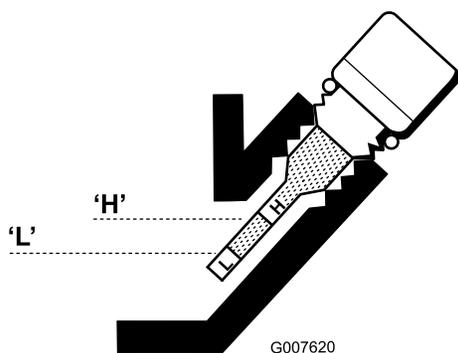

Рисунок 30
6. Если уровень низкий, долейте ровно столько масла, чтобы поднять уровень до области между метками "H" и "L" на щупе (Рисунок 30). Проверьте уровень масла.